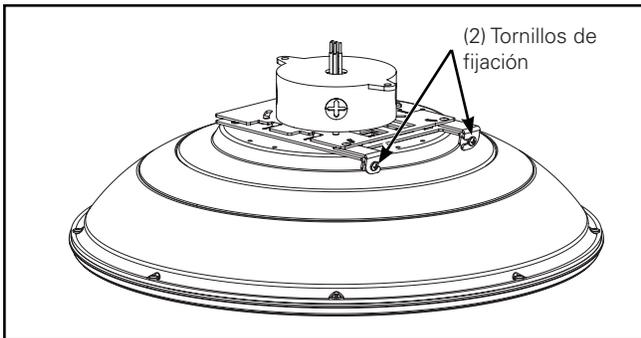

Figura 6.
- Vuelva a colocar ambas bisagras de bloqueo en su sitio y apriete los tornillos de fijación a 10 in-lb (1,13 Nm) (Figura 6).